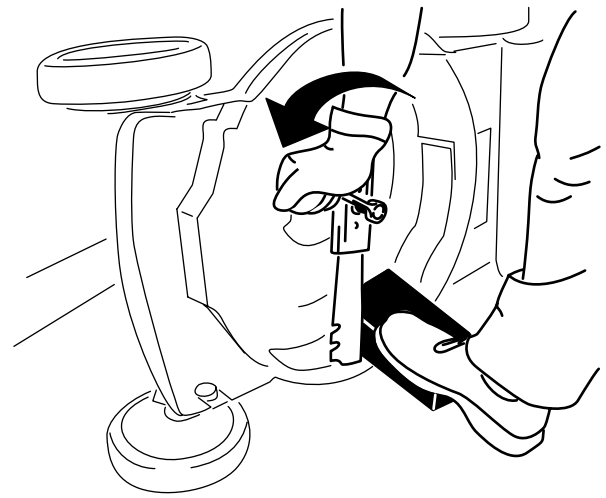

Figura 33
4. Retire la cuchilla, conservando todos los herrajes de montaje (Figura 33).
3. Utilice un bloque de madera para inmovilizar la cuchilla (Figura 33).